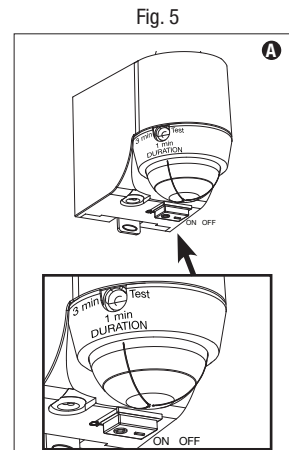

Fig. 5
2. Rotate the sensor assembly to reveal the time adjustment knob. Rotate knob to "TEST", then rotate sensor assembly back to desired sensing direction. (Fig. 5).
2. Faites pivoter l'assemblage du détecteur pour accéder au bouton de réglage de l'heure. Faites tourner le bouton sur « TEST », puis faites pivoter l'assemblage du détecteur dans l'autre sens pour l'orienter dans la position souhaitée. (Fig. 5).
2. Gire el montaje del sensor para revelar la perilla de ajuste de tiempo. Gire la perilla al modo "TEST" (prueba); luego, gire hacia atrás el montaje del sensor hacia la dirección de detección deseada (Fig. 5).